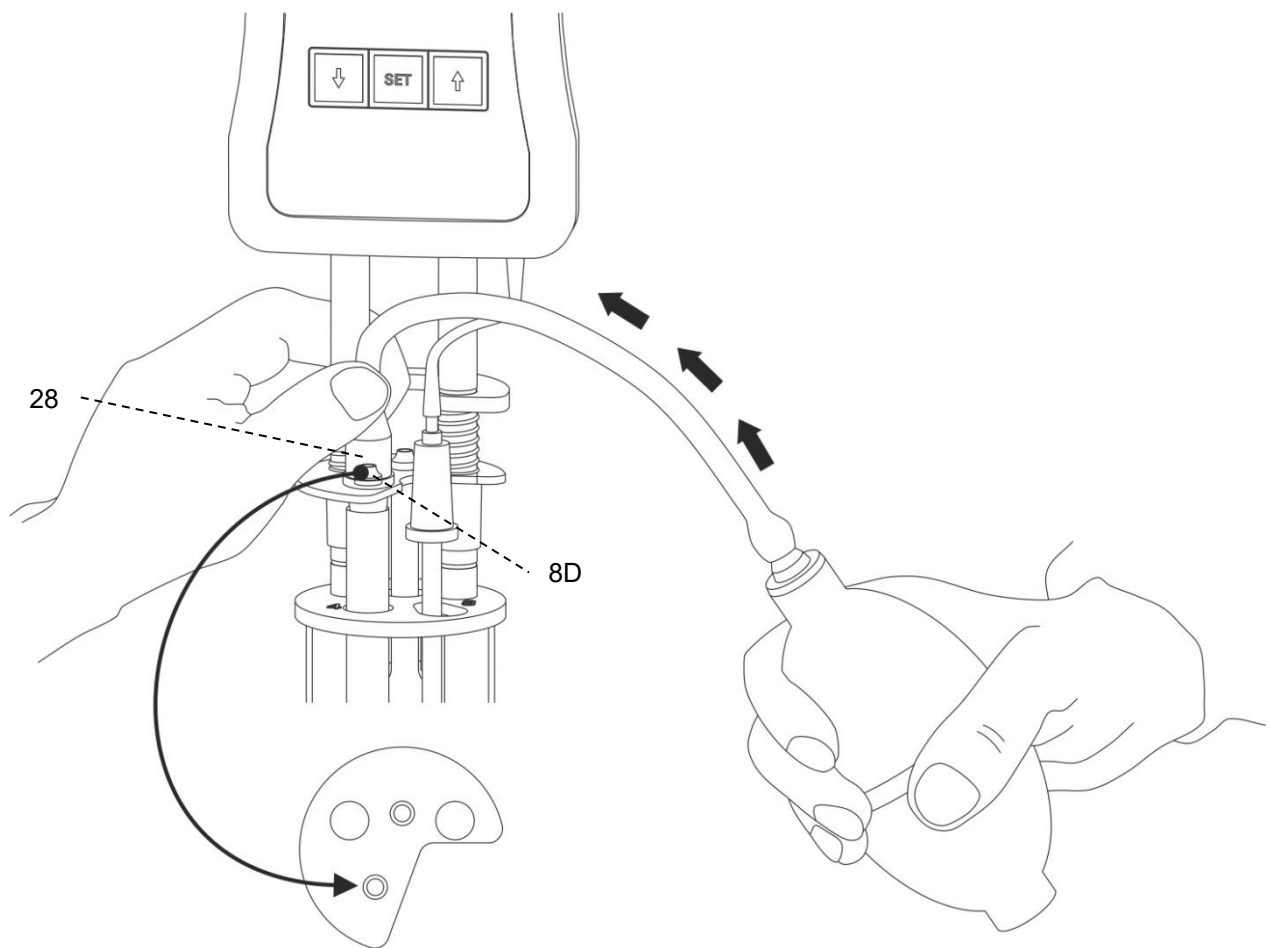

Abb. 8 Drückender Betrieb mit Handpumpe VZ 6550
- (a) bei drückender Arbeitsweise auf Silikonstopfen 8D über dem Befüllrohr (siehe  **Abb. 8**)